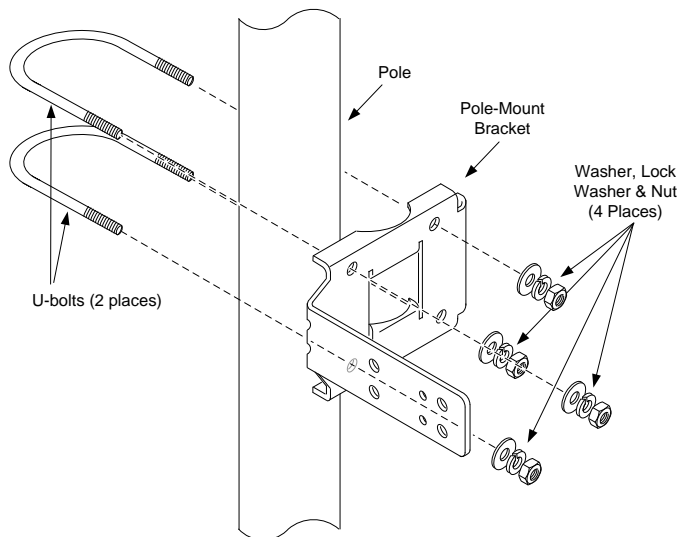

Fig. 1: Suporte de Montagem em Poste
1. Prenda o suporte de montagem em poste na parte superior do tubo de 2" com os parafusos em U. Use as porcas sextavadas, as arruelas planas e as arruelas de pressão fornecidas para apertar o suporte de montagem em poste ao tubo de 2" (Fig. 1).